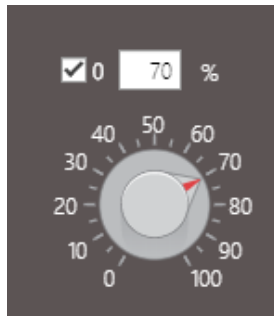

Figura 5.16: Selección de valor PWM
4. Mover la perilla en los valores que se deseen o, también, colocar un valor en la caja de texto (figura 5.16). Se observa cómo cambia la intensidad del led dependiendo del ciclo de trabajo de la señal, siendo tenue en los valores más bajos y brillante en los valores más altos.